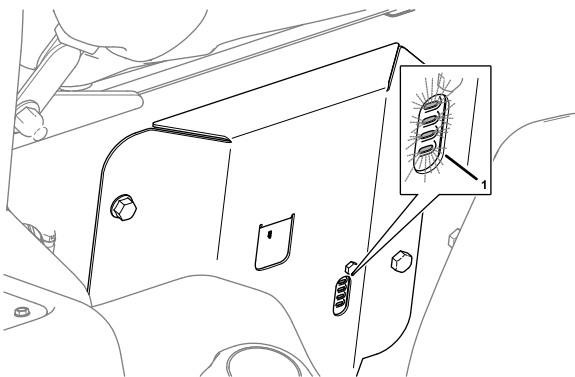

Figure 192
- Modem – les diodes s'allument (Figure 192).